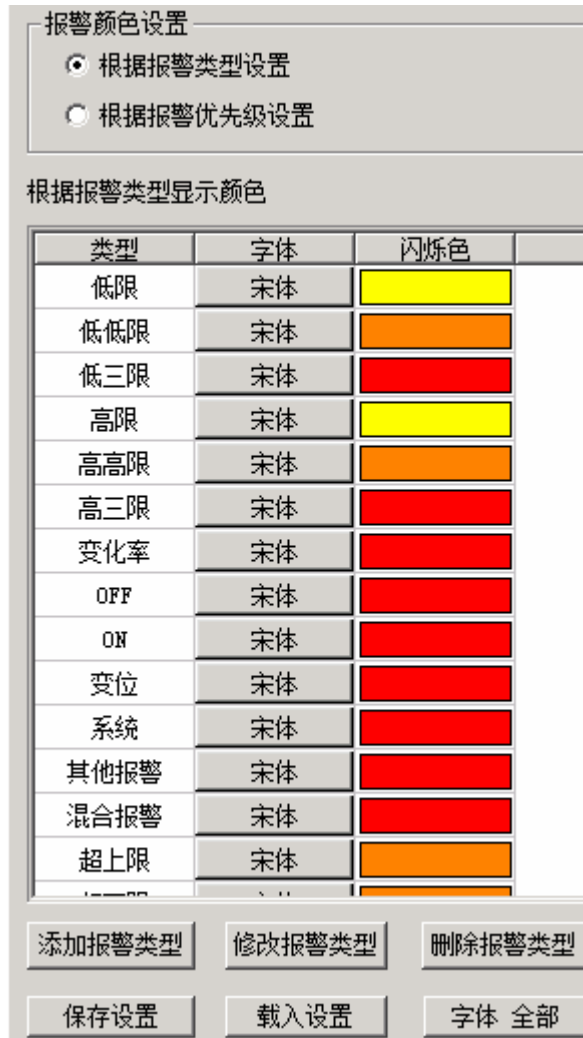

图 3-40 默认报警颜色设置
1. 在“报警设置”设置界面的报警颜色页签中，选择“根据报警类型设置”，系统默认此设置，界面如图 3-40 所示。
- 1) 在图 3-40 所示界面中，单击“添加报警类型”按钮。